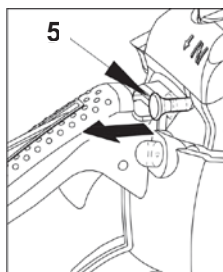

Рис. 6.4
6. Вытяните рукоятку дросселя (Рис. 6.4, поз. 5). Воздушная заслонка закроется.